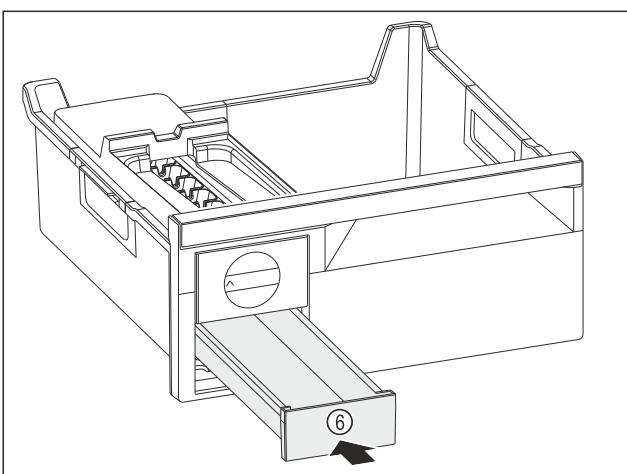

Fig. 146
- Zasuňte zásuvku na kocky ľadu Fig. 146 (6).